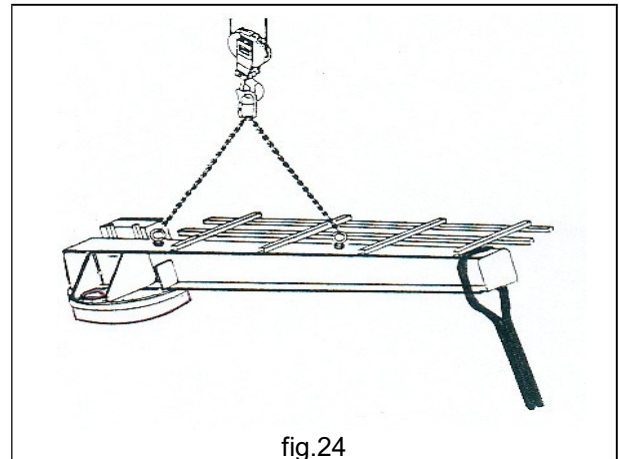

fig.24
4. Evitar oscilaciones y balanceos y, si es necesario, para mantener el equilibrio, usar un cable o una cuerda atados al extremo del brazo. (fig.24)